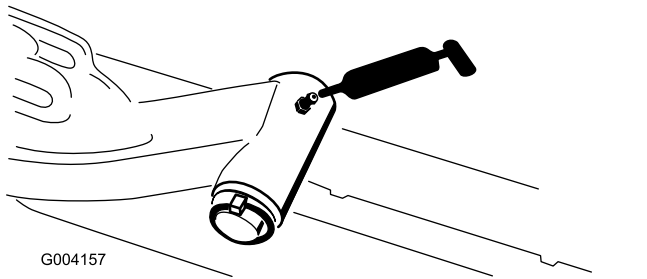

図 104
- 昇降アームのピボットシャフト各アームに1ヶ所 図 104